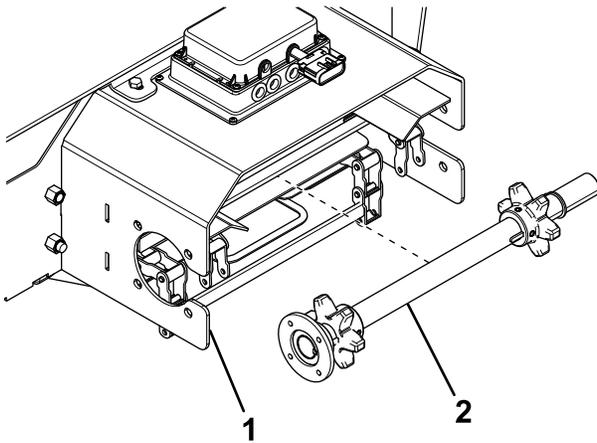

Figure 21
7. Insérez l'arbre d'entraînement dans les fentes sur le couvercle de la chaîne articulée (Figure 21).